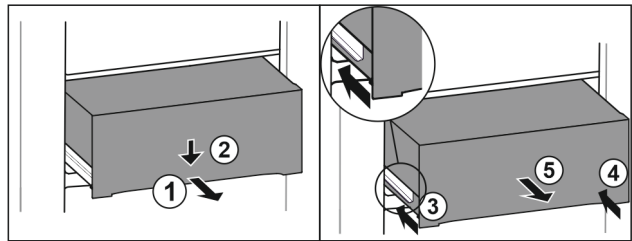

Fig. 118
- ▶ Lade er half uittrekken. Fig. 118 (1)
- ▶ Schuiflade aan de voorzijde omlaag drukken. Fig. 118 (2)
- ▶ Linker rail ca. 2 cm inschuiven. Fig. 118 (3)
- ▶ Rechter rail ca. 2 cm inschuiven. Fig. 118 (4)
- ▶ Lade naar voren toe verwijderen. Fig. 118 (5)